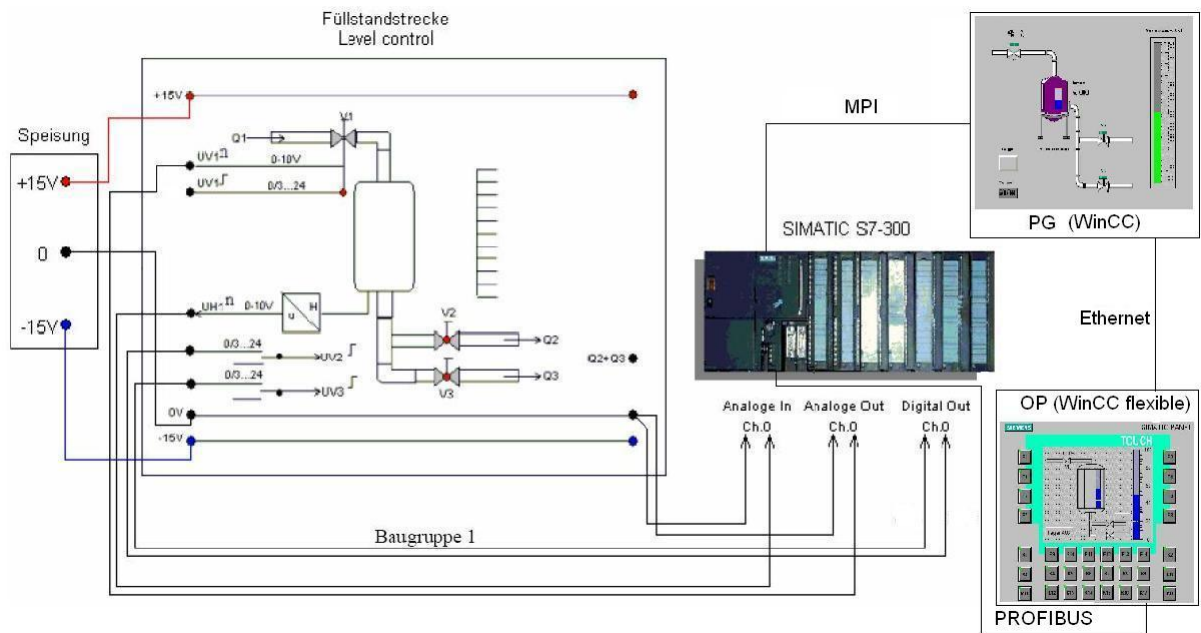

Рисунок 4.9 - З'єднання між SIMATIC S7-300 та лабораторним стендом.
- 2 З'єднайте лабораторний стенд з SIMATIC S7-300, див. Рис. 4.9.